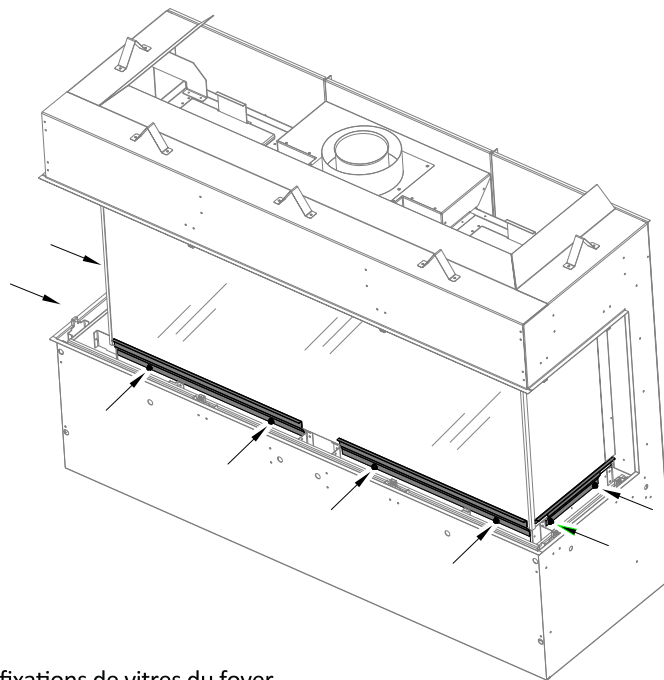

Figure 4.5 - Emplacement des fixations de vitres du foyer
3. Retirez les écrous 7/16 po qui retiennent la fixation de vitre supérieure et retirez cette fixation pour la vitre de façade, tel que montré à la Figure 4.5. Conservez cette fixation pour réinstaller la vitre.
4. Desserrez les écrous 7/16 po qui retiennent les fixations de vitre inférieures, tel que montré à la Figure 4.5. Vous n'avez pas besoin de retirer ces fixations.
4. Fixez la dernière fixation de vitre latérale avec les écrous 7/16 po. Serrez tous les écrous 7/16 po qui tiennent en place les fixations supérieure et inférieures, tel que montré à la Figure 4.5.